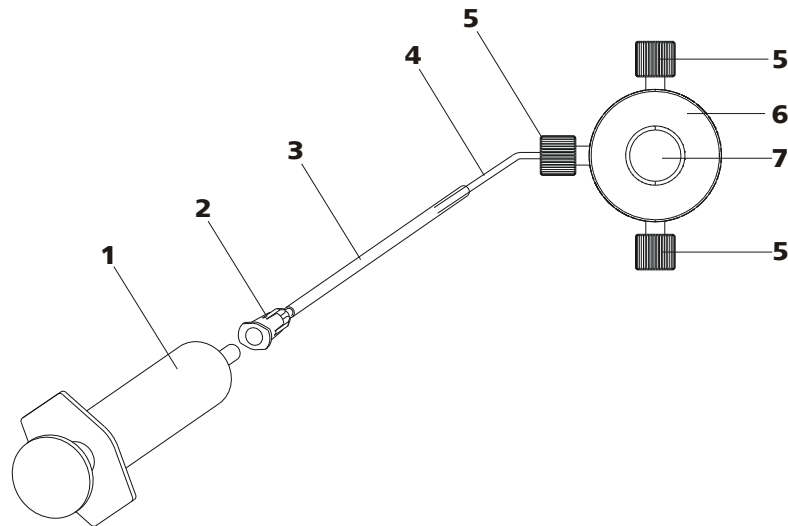

Abbildung 18 Hochdruckpumpe entlüften
Entlüften Sie die Hochdruckpumpe wie folgt (*siehe Abbildung 18, Seite 34*):
- Spritze (18-1) in den Luer-Anschluss (18-2) der Purge-Kanüle stecken (siehe Abbildung 18, Seite 34).